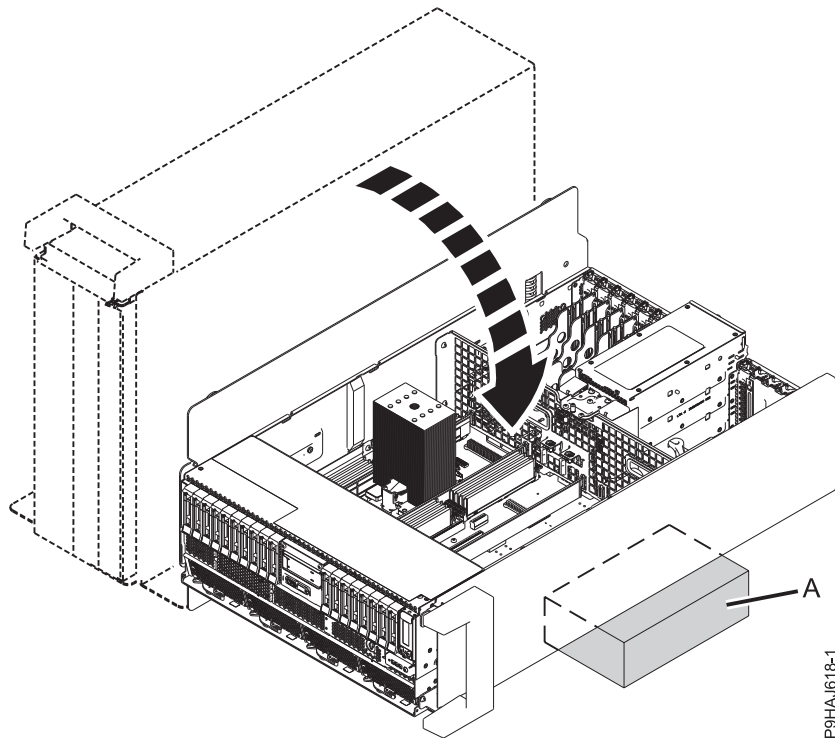

Abbildung 69. Standalone-System in eine horizontale Position neigen
- d. Neigen Sie das Standalone-System vorsichtig aus seiner vertikalen Position zurück in die horizontale Position. Positionieren Sie das System so, dass der für die Wartung geöffnete Bereich nach oben zeigt und sich entlang der Oberkante eine etwa 3 cm breite Stütze (A) befindet (siehe Abb. 69). Durch die Stütze (A) soll eine Beschädigung des Kunststoffgriffs verhindert werden.